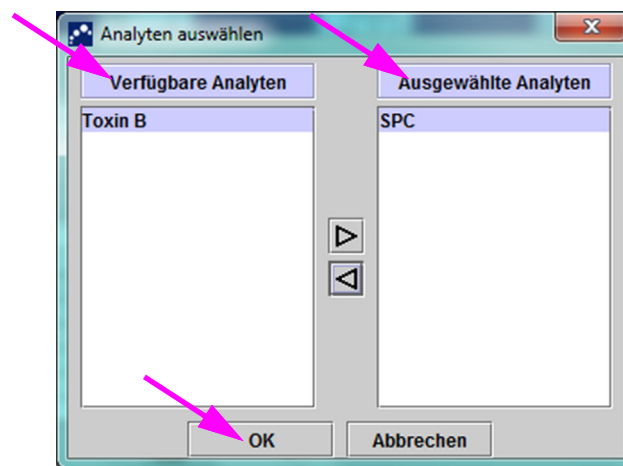

Abbildung 6-3. Dialogfeld „Analyten auswählen“
- **Schaltfläche** Analyten auswählen – Wählen Sie die Analyten aus. Drücken Sie die Schaltfläche **Analyten auswählen**, um die für diesen Assay geeigneten Analyten anzuzeigen. Das Dialogfeld „Analyten auswählen“ wird angezeigt. Siehe Abbildung 6-3.